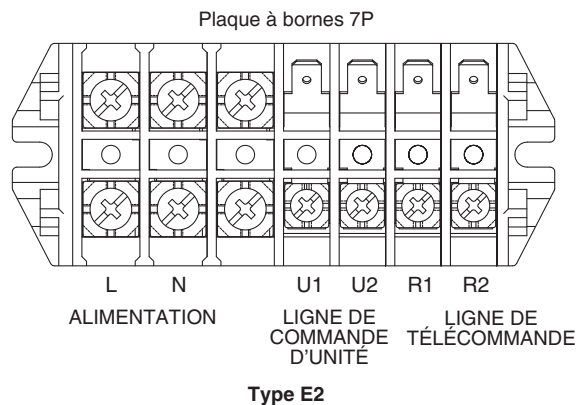

Fig. 4-2
- (1) Reportez-vous à la section 4-2. « Longueur et diamètre de fil recommandés pour le système d'alimentation » pour l'explication de « B », « C », « D » et « E » sur le schéma ci-dessus.
- (2) Le schéma de connexion de base de l'unité intérieure montre la plaque à bornes, toutefois les plaques à bornes de votre équipement peuvent différer du diagramme. (Fig. 4-2)
- (3) L'adresse du circuit réfrigérant (R.C.) doit être fixée avant la mise sous tension.
- (4) Pour le réglage de l'adresse R.C. voir les instructions d'installation livrées avec la télécommande (en option). Le paramétrage de l'adressage automatique peut être exécuté via la télécommande. Voir les instructions d'installation livrées avec la télécommande (en option).